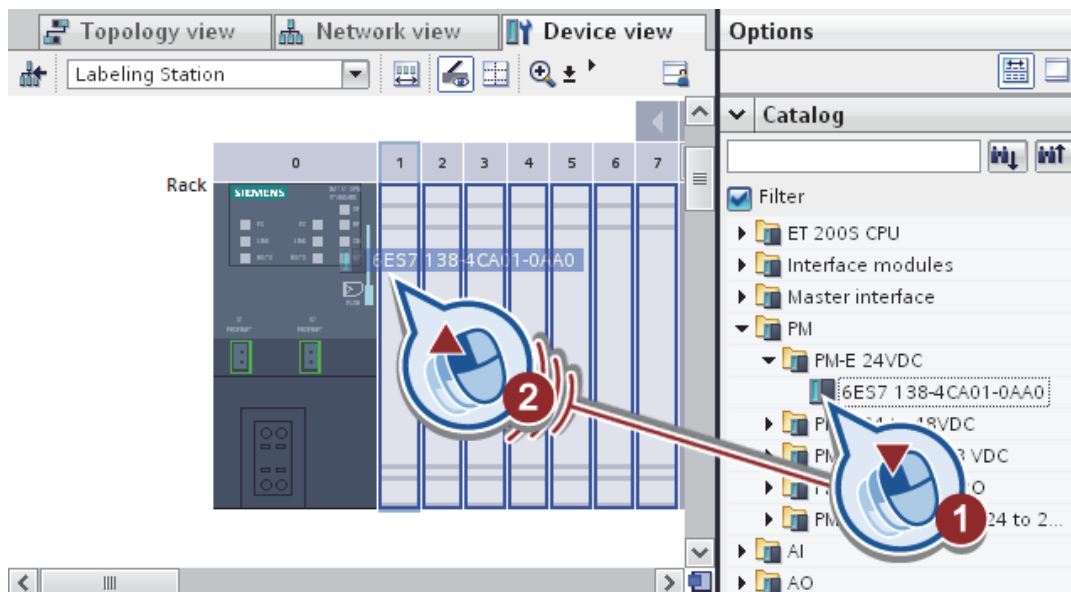

Рис. 1.15. Выбор модуля питания
– выберите модуль питания «PM-E 24 В DC» из каталога оборудования. Перетащите модуль slot1 (рис. 1.15);